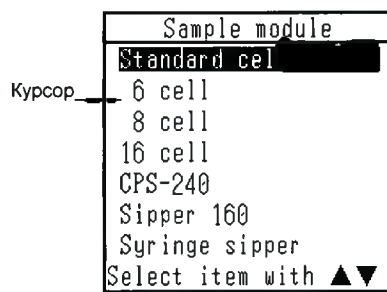

Рис. 18.2 Экран выбора типа кюветного отделения.
- 2 Если вы хотите изменить тип держателя кюветы, нажмите клавишу **F1** [Sample module] (Тип держателя кювет), появится экран выбора (Fig. 18.2).
При выборе держателя [6 кювет], [8 кювет], [16 кювет] or [CPS-240] на Экране выбора типа кюветного отделения (Fig. 18.2) появляется экран управления кюветным отделением.
выбранный на Рис. 18.2
При выборе [Sipper 160] на Экране выбора типа кюветного отделения (Fig. 18.2), на мониторе появляется экран управления кюветным отделением.
При выборе [Syringe sipper] (шприцевой сиппер) на Экран выбора типа кюветного отделения (Fig. 18.2), появится экран управления шприцевым сиппером (syringe sipper) (Fig. 18.6).